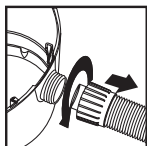

FIGURA 26
49. Desenrosque la tuerca de fijación de la manguera y sáquela de la entrada. **FIGURA 26.**